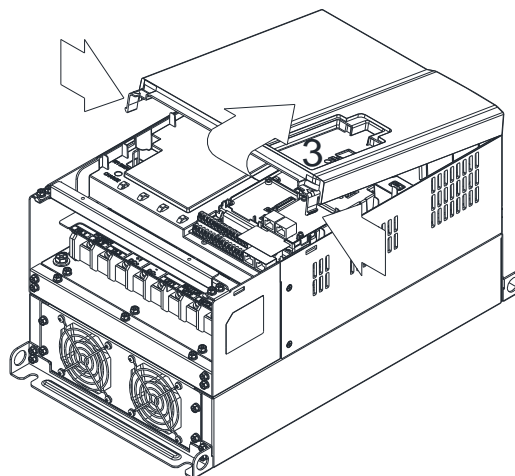

Рис. 2
2. (Рис. 2) Выкрутите винт 3, нажмите защелки по бокам крышки и снимите ее. Момент затяжки: 6-8 кг-см / [5.2-6.9 ф-дм] / [0.6-0.8 Нм]